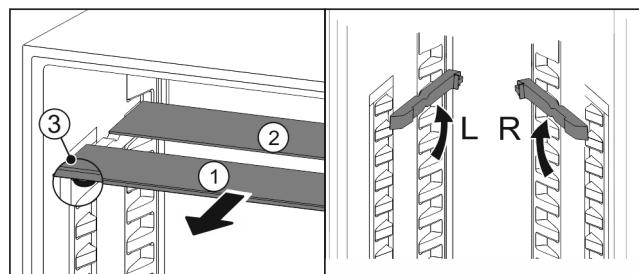

Fig. 77
- ▶ 将玻璃隔板逐个向前拉出 Fig. 77 (1)。
- ▷ 带装饰条的玻璃隔板 Fig. 77 (1) 在前。
- ▷ 阻挡装置 Fig. 77 (3) 指向下方。